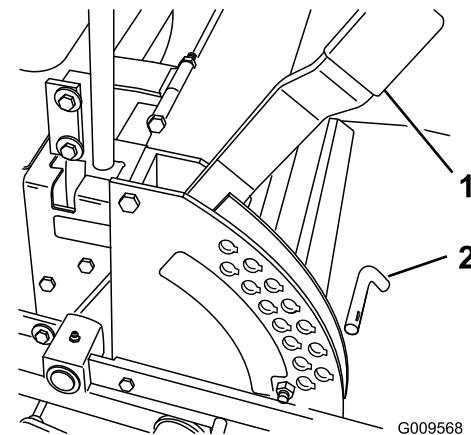

Bild 19
1. Heben Sie den Schnitthöhenhebel in die TRANSPORT-Stellung (entspricht der Schnitthöheinstellung von 127 mm) (Bild 19).
2. Entfernen Sie den Splint zum Einstellen der Schnitthöhe aus der Schnitthöhenhalterung (Bild 19).
3. Wählen Sie ein Loch in der Schnitthöhenhalterung, das der gewünschten Schnitthöhe entspricht, und stecken Sie den Lastösenbolzen wieder ein (Bild 19).